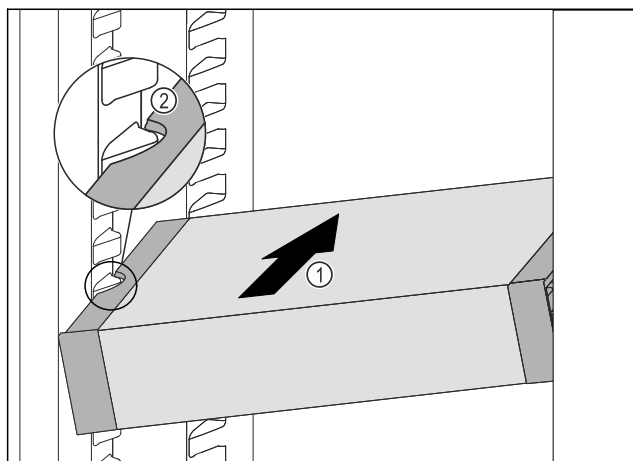

Fig. 156
- Insérer le VarioSafe en biais dans la partie réfrigérateur Fig. 156 (1) jusqu'à ce que les encoches latérales Fig. 156 (2) du VarioSafe se trouvent à la hauteur de la nervure du bac dans la partie réfrigérateur.